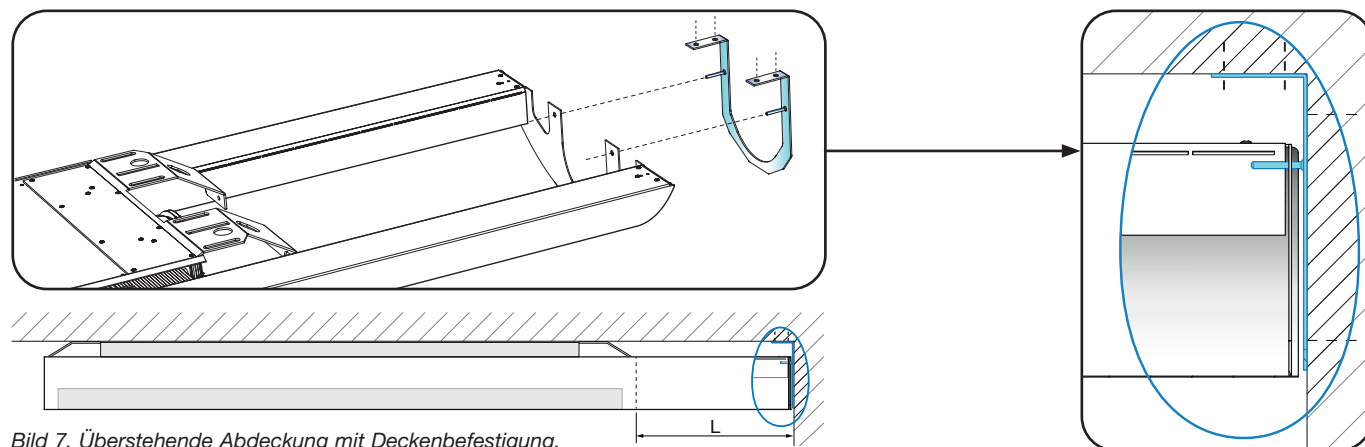

Bild 7. Überstehende Abdeckung mit Deckenbefestigung.
2. Überstehende Abdeckung mit Deckenbefestigung (siehe Bild 7). Maximale Länge: 3600 mm (in Stufen von 1 mm).